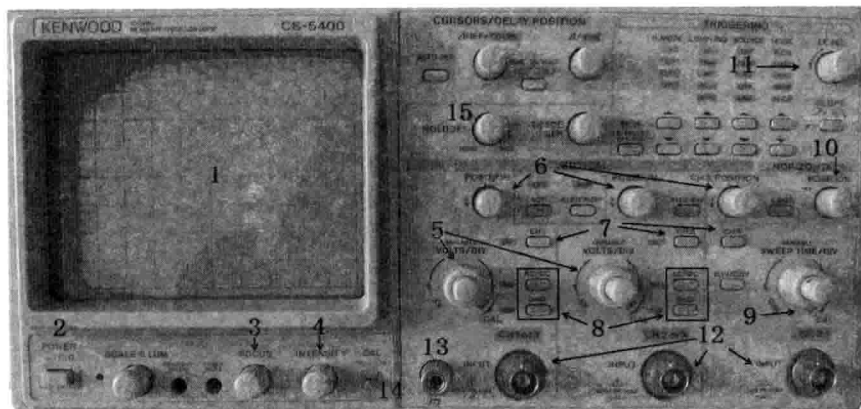

图 1.9 建伍 CS-5400 模拟示波器
见图 1.9 中 1 位置。荧光屏是示波管的显示部分。屏上水平方向和垂直方向各有多条刻度线，称为标尺，指示出信号波形电压和时间之间的关系。水平方向指示时间，垂直方向指示电压。标尺通常在垂直方向有 8 个格，水平方向有 10 个格，每个格为 1cm。根据被测信号在屏幕上占的格数乘以适当的比例常数（VOLTS/DIV，TIME/DIV），即能得出电压值与时间值。
（1）电源（POWER） 图 1.9 中 2 位置为示波器主电源开关。按下此开关，电源指示灯亮，电源接通。
（2）聚焦（FOCUS） 见图 1.9 中 3 位置。旋转此旋钮可调节屏幕上光点的大小，以便获得最清晰的波形轨迹。
（3）辉度（INTENSITY） 见图 1.9 中 4 位置。旋转此旋钮能改变光点和扫描线的亮度。一般不要太亮，以延长示波管的使用寿命。
（1）垂直偏转因数选择（VOLTS/DIV）和微调 见图 1.9 中 5 位置。垂直偏转系统对输入信号进行比例变换，使之能在屏幕上表现出来。在单位输入信号的作用下，光点在屏幕上偏移的距离称为偏移灵敏度。灵敏度的倒数称为偏转因数。垂直偏转因数的单位是 mV/DIV、V/DIV。示波器中每个通道各有一个垂直偏转因数选择波段开关。
（2）时基选择（TIME/DIV）和微调 见图 1.9 中 9 位置。时基选择和微调的使用方法与
(3) 位移 (POSITION) 调节 见图 1.9 中 6 和 10 位置。示波器前面板上的位移 (POSITION) 旋钮调节信号波形在荧光屏上的位置。旋转水平位移旋钮 (标有水平双向箭头) 可以左右移动信号波形, 旋转垂直位移旋钮 (标有垂直双向箭头) 可以上下移动信号波形。
(1) 输入通道选择 见图 1.9 中 7 位置。输入通道至少有三种选择方式: 通道 1 (CH1)、通道 2 (CH2)、双通道 (CH3)。在建伍 CS-5400 中有三个通道可以选择。测试信号时, 要将示波器的地与被测电路的地连接在一起。
根据输入通道的选择, 将示波器探头插到相应通道插座 (见图 1.9 中 12 位置) 上, 示波器另一端探头接触被测点。示波器探头上有一双位开关, 此开关拨到 “ $\times 1$ ” 位置时, 被测信号无衰减送到示波器, 从荧光屏上读出的电压值是被测信号的实际电压值; 此开关拨到 “ $\times 10$ ” 位置时, 被测信号衰减为 $1/10$ 送往示波器, 从荧光屏上读出的电压值乘以 10 才是信号的实际电压值。
(2) 输入耦合方式 见图 1.9 中 8 位置。输入耦合方式有三种选择: 交流 (AC)、地 (GND)、直流 (DC)。直流耦合用于测定信号直流绝对值和观测极低频信号。交流耦合用于观测交流和含有直流成分的交流信号。当选择 “GND” 时, 扫描线显示出 “示波器地” 在荧光屏上的位置, 在屏幕上将会看到一条位于 0V 电平的直线, 这时可以使用位置控制机构来调节这个参考电平或扫描基线的位置。
(3) 触发电平 (LEVEL) 见图 1.9 中 11 位置。触发电平调节旋钮调节触发信号的触发电平。一旦触发信号超过旋钮设定的触发电平, 扫描即被触发。顺时针旋转旋钮, 触发电平上升; 逆时针旋转旋钮, 触发电平下降。当电平旋钮调到电平锁定位置时, 触发电平自动保持在触发信号的幅度内, 不需要电平调节就能产生一个稳定的触发。当信号波形复杂, 用电平旋钮不能稳定触发时, 用释抑 (HOLD OFF) 旋钮 (见图 1.9 中 15 位置) 调节波形的释抑时间 (扫描暂停时间), 就能使扫描与波形稳定同步。